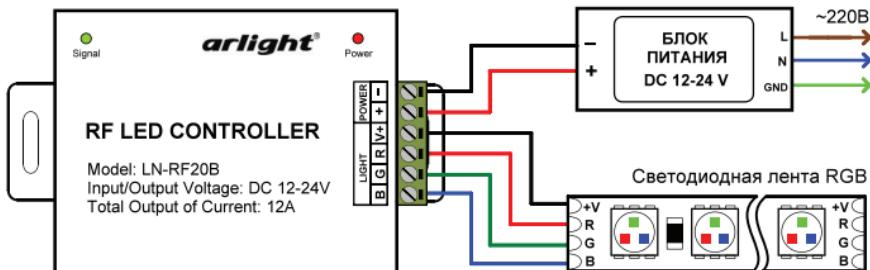

Рис.1. Схема подключения.
- 3.3. Подключите светодиодную ленту или другой светодиодный источник света к выходу LIGHT контроллера, соблюдая полярность и соответствие цветов RGB (Рис.1).